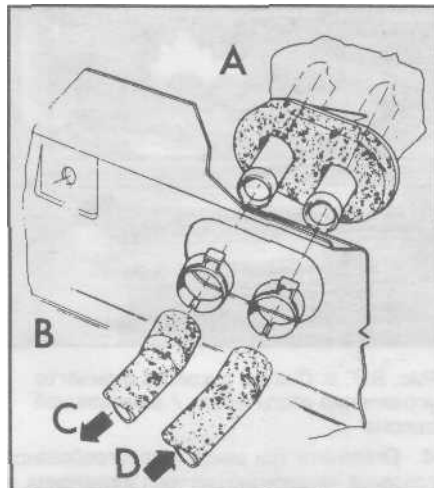

Рис. 10.5. Соединение шлангов охлаждения на перегородке
- 5 Отсоедините шланги отопителя на перегородке со стороны моторного отсека (см. рис. 10.5).